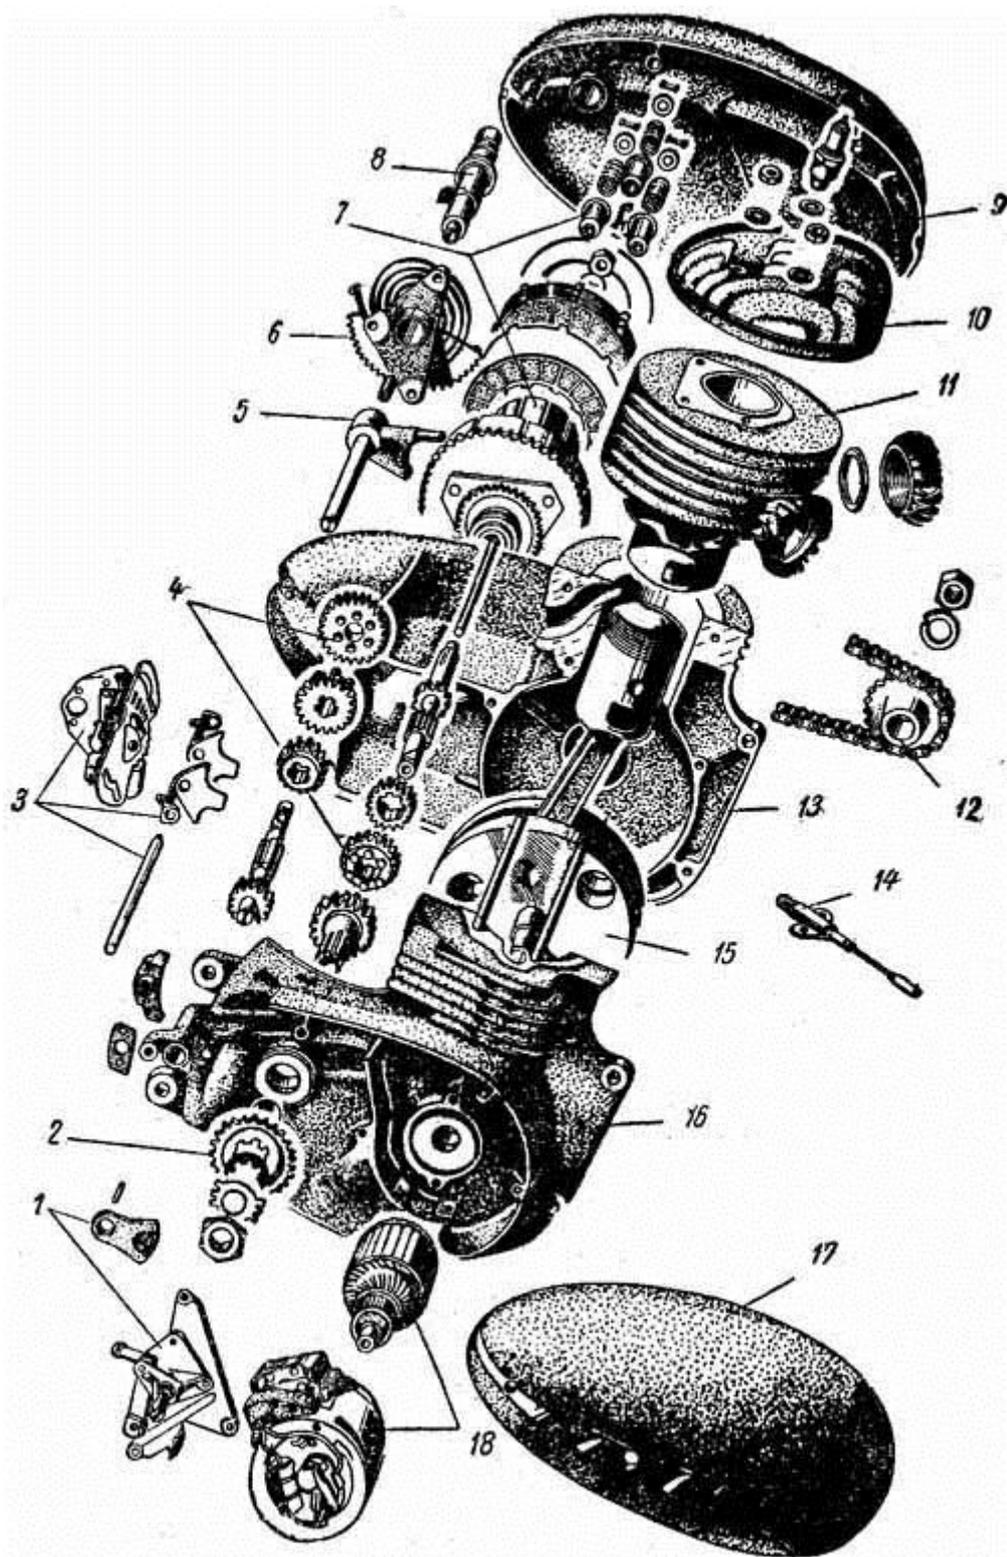
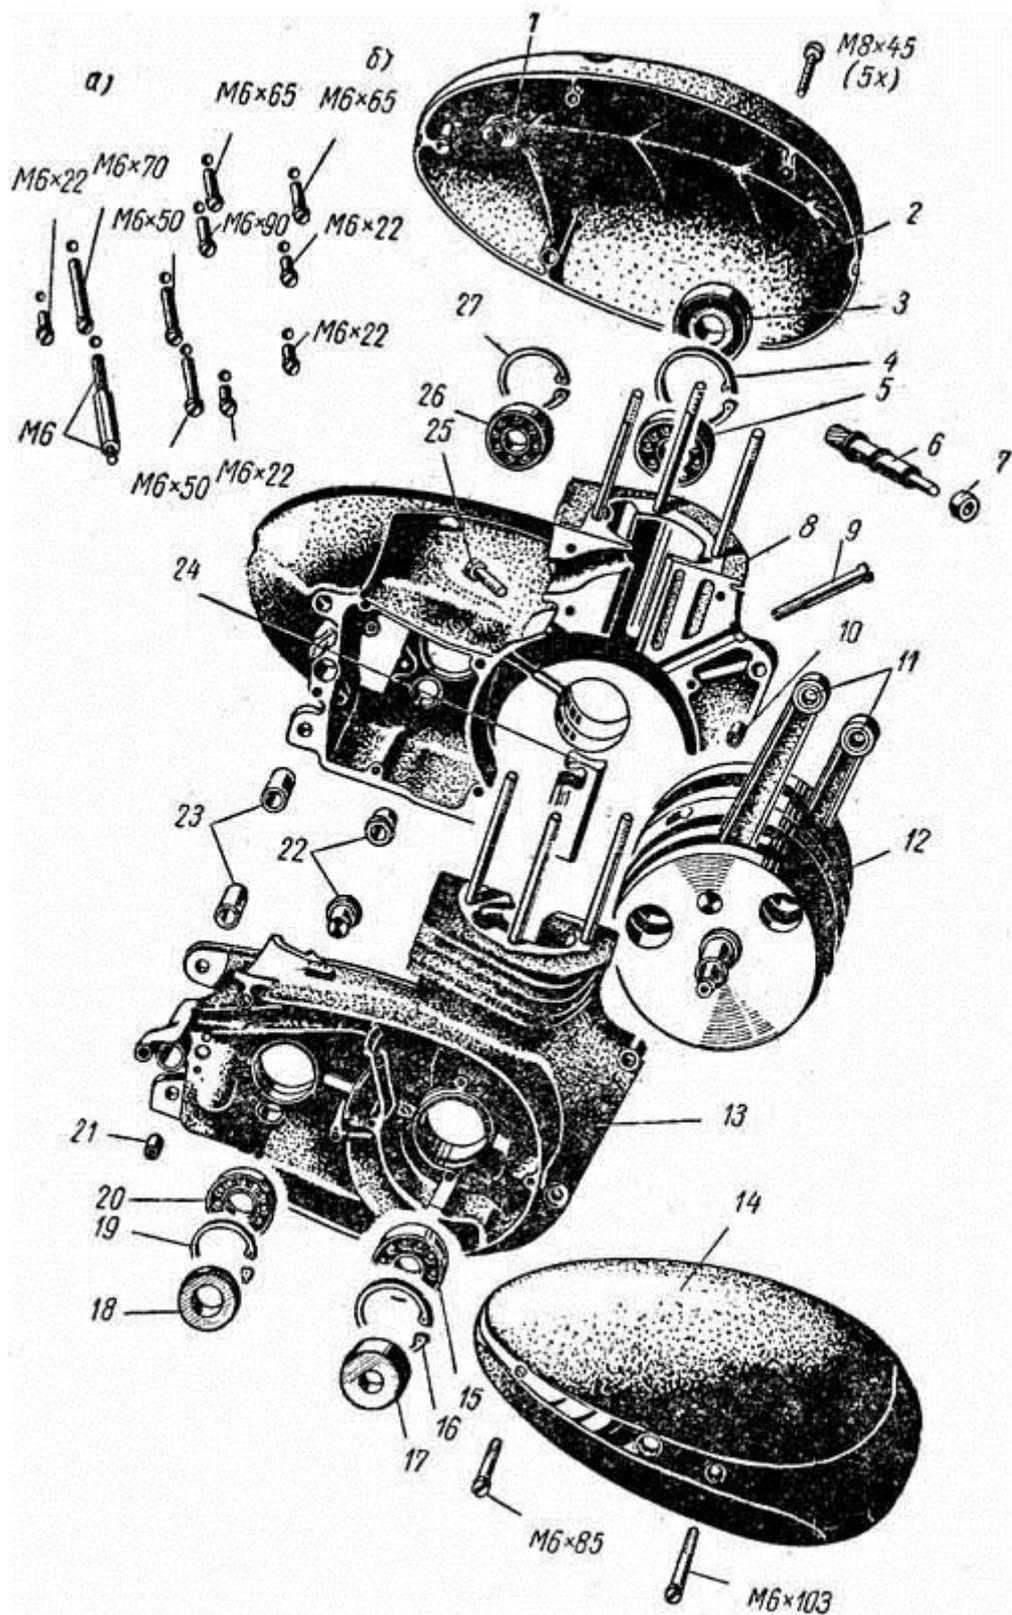
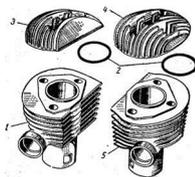
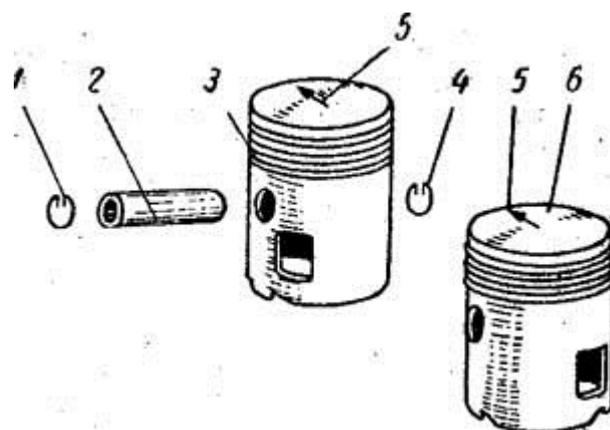

Рис. 29. Детали силового агрегата ЯВА-250:
Рис. 30. Схема расположения винтов, скрепляющих картер (а), и детали силового агрегата Ява-350 (б):
Рис. 31. Цилиндры и головки цилиндров двигателя Ява-350:
Рис. 32. Поршни и палец двигателя Ява-350:
**Силовой агрегат Ява-250 (рис. 29).** Картер состоит из левой 13 и правой 16 половин, стягивающихся винтами. Плотность сборки половин картера по плоскости разъема обеспечивается высоким качеством обработки стыкующихся поверхностей.
В кривошипном отсеке картера также помещен коленчатый вал, но коленчатый вал 12 двигателя Ява-350 (рис. 30) имеет два шатуна и соответственно с этим другую конструкцию. Кривошипные пальцы запрессованы в щеках коленчатого вала, так что когда левый поршень находится в верхней мертвой точке, правый находится в нижней мертвой точке. Таким образом, фазы газораспределения левого и правого цилиндров смещены на  $180^\circ$ .
На рис. 29 картер силового агрегата Ява-250 имеет запрессованные втулки, подшипники и сальники, а из картера силового агрегата Ява-350, изображенного на рис. 30, подшипники, втулки и сальники выпрессованы.
**Устройство.** Кривошипно-шатунный механизм силового агрегата Ява-350 состоит из следующих основных узлов и деталей: кривошипного отсека картера (рис. 30); двух цилиндров: - левого 5 и правого 1 (рис. 31); двух головок цилиндров: левой 4 и правой 3 (рис. 31); двух поршней: левого 3 и правого 6 (рис. 32); каждый поршень имеет три компрессионных кольца и поршневой палец; коленчатого вала (рис. 30), конструктивно объединенного с маховиками и шатунами.